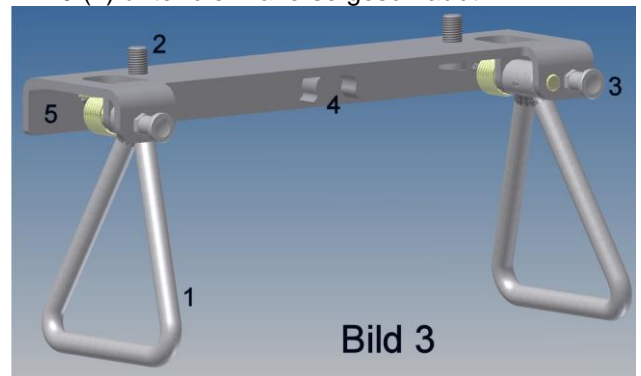

Bild 3
(siehe Bild 3)
Zur einfacheren Montage und besseren Aufbewahrung der Kugeltraverse kann eine Stützkonsole (Bild 3) nachgerüstet werden. Die Konsole wird mit 2 Schrauben M20 (2) unter die Traverse geschraubt.